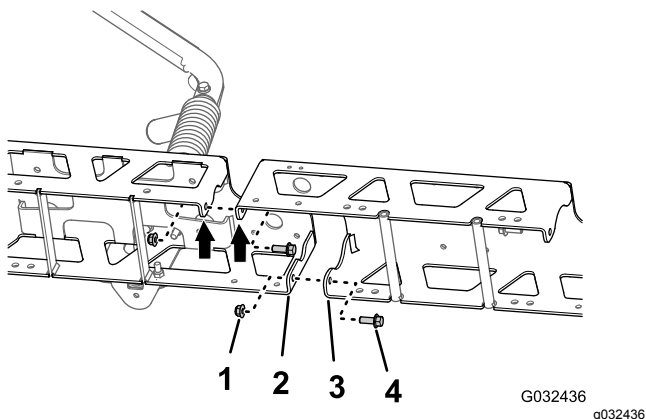

图76
1. 将中间喷洒臂延长组件垂直法兰上的孔与桁架框架上的孔对齐 **图76**。
2. 使用在 **图76** 的步骤 1 中卸下的 2 个凸缘头螺栓 3/8 x 1 英寸和 2 个凸缘锁紧螺母 3/8 英寸将中间喷洒臂延长组件松松地组装到桁架框架上 **分开中央喷洒臂段桁架** (页码 28)。
3. 将中间喷洒臂延长组件垂直法兰上的孔与另一桁架框架上的孔对齐 **图76**。
4. 使用 GeoLink 喷洒系统完成套件**图76**中的 2 个凸缘头螺栓 3/8 x 1 英寸和 2 个凸缘锁紧螺母 3/8 英寸将中间喷洒臂延长组件松松地组装到另一桁架框架上 **图76**。